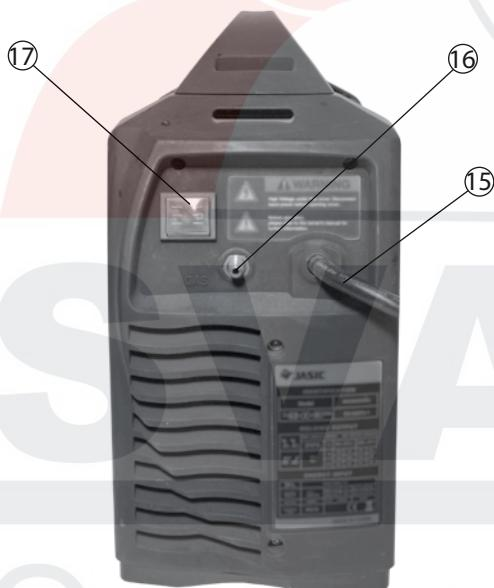

Рис. 2
4. Соедините шланг с газовым редуктором баллона и входным штуцером газа на задней панели аппарата (**16, рис. 2**). Для сварки самозащитной порошковой проволокой (FCAW) подключение баллона с газом и редуктора не требуется
4. Подсоедините газовый шланг к входному штуцеру газа (**16, рис. 2**). Система газоснабжения, состоящая из газового баллона, редуктора и газового шланга, должна иметь плотные соединения, чтобы обеспечить надежную подачу газа, что является чрезвычайно важным для осуществления TIG сварки.